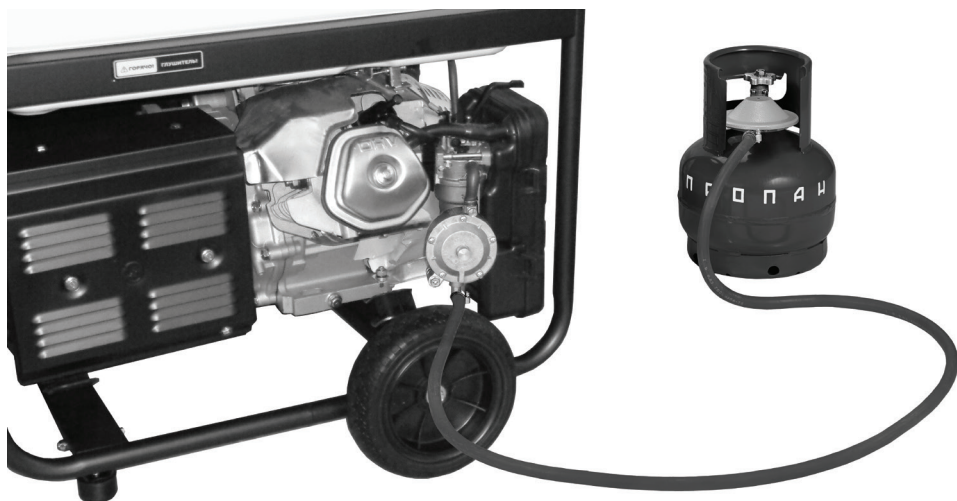

Рис. 10 Подключение газового баллона
- Установите регулятор давления на баллон и закрепите его стандартной накидной гайкой с левой резьбой. При этом между регулятором давления и баллоном должна быть установлена специальная прокладка. Регулятор давления должен быть установлен в горизонтальной плоскости относительно вентиля баллона (Рис. 10).